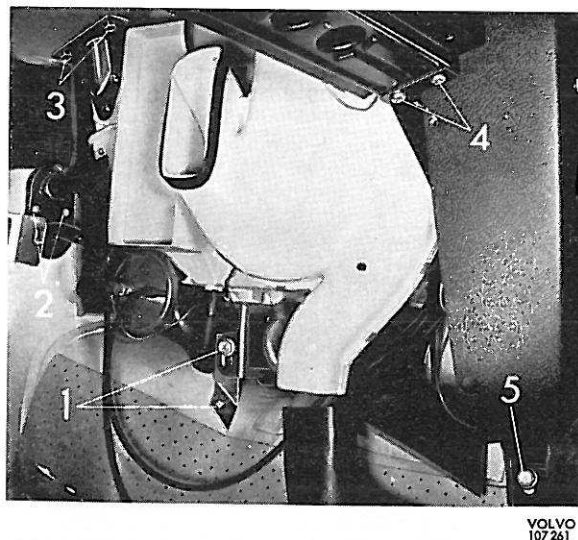

Figure 30. Système combiné, côté gauche
8. Déconnecter du tablier les tuyaux de jonction (2, figure 30) des durits d'eau du système de chauffage.